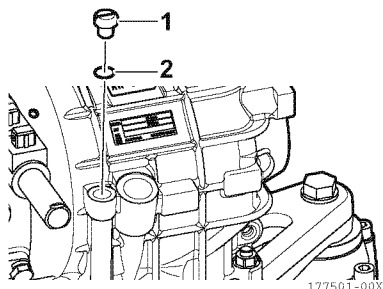

Figura 25
16. Installare il tappo (1, **Figura 25**) con il nuovo O-ring (2, **Figura 25**). Serrare il tappo (1, **Figura 25**) alla coppia di 10 Nm utilizzando la chiave dinamometrica adatta.